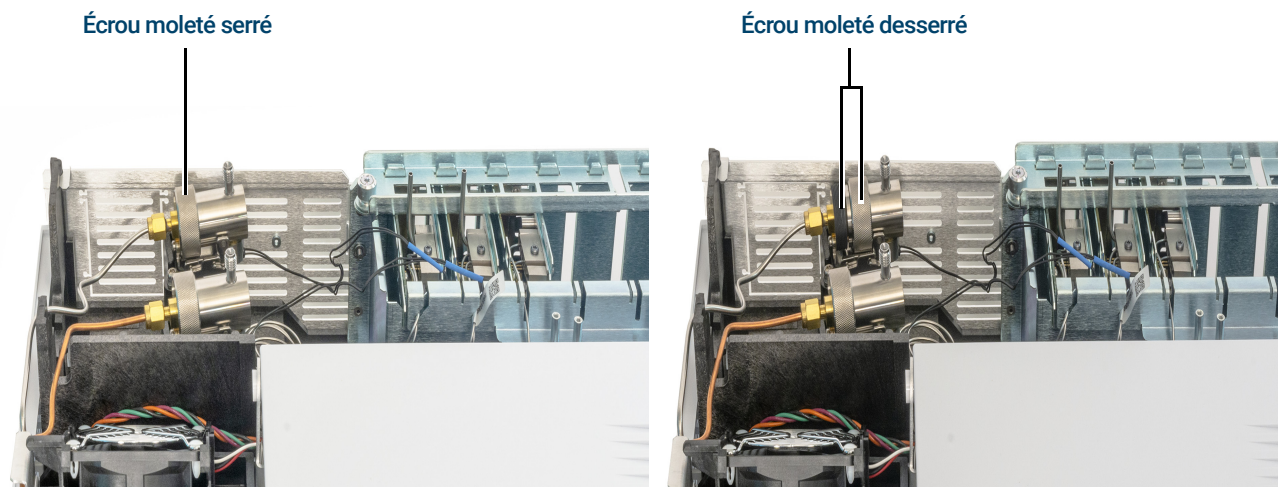

Figure 7. Desserrer l'écrou moleté
- 4 Desserrez entièrement l'écrou moleté qui maintient en place la trappe de ventilation divisée comme illustré à la **Figure 7**.